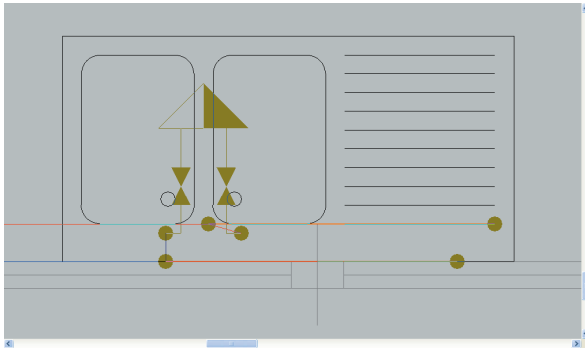

Fig. 30
- Entre en el menú **Tuberías>Borrar** y seleccione en el fregadero los tramos de tubería sobrantes de agua fría y caliente (Fig. 30). Pulse el botón derecho del ratón y, a la pregunta de si se desea borrar los elementos seleccionados, responda sí.